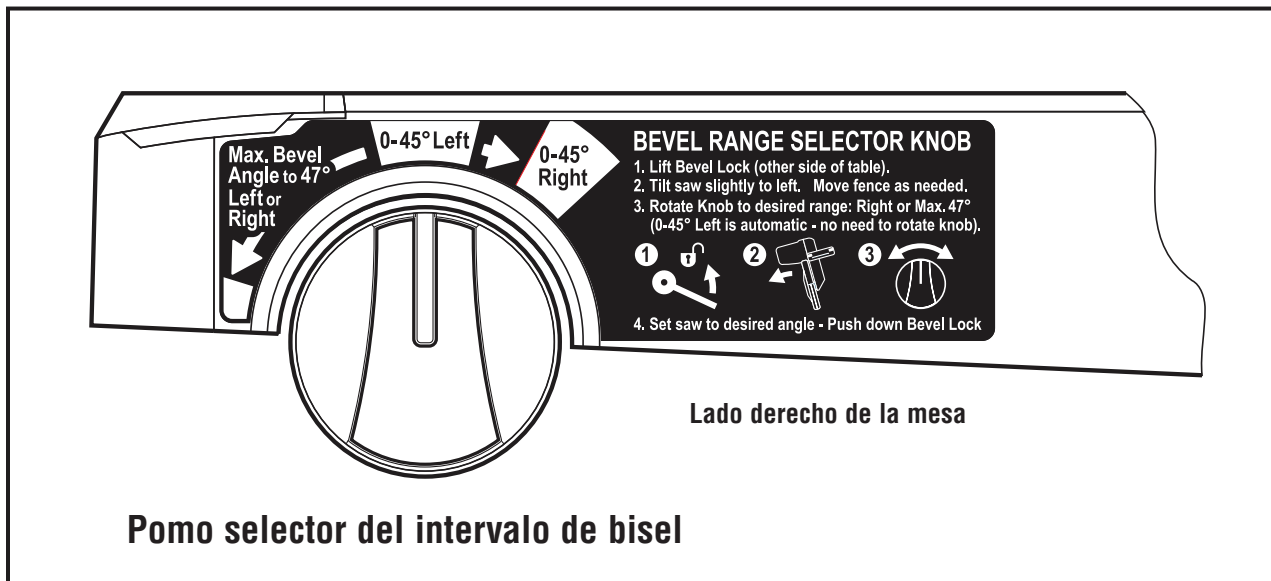

Figura 49. Pomo selector del intervalo de bisel – Lado derecho de la mesa
**Pomo selector del intervalo de bisel** – Esta sierra tiene un control delantero en el lado derecho del brazo de la mesa. Esto se conoce como el pomo selector del intervalo de bisel (artículo 41, página 63). Está unido a los topes y los mecanismos de fijación ubicados en la parte trasera, que controlan la capacidad de la herramienta para ser posicionada de manera rápida y precisa para hacer cortes en bisel. Hay topes positivos en los ángulos importantes de 45° a la izquierda, 0° (vertical) y 45° a la derecha (vea la figura 49).